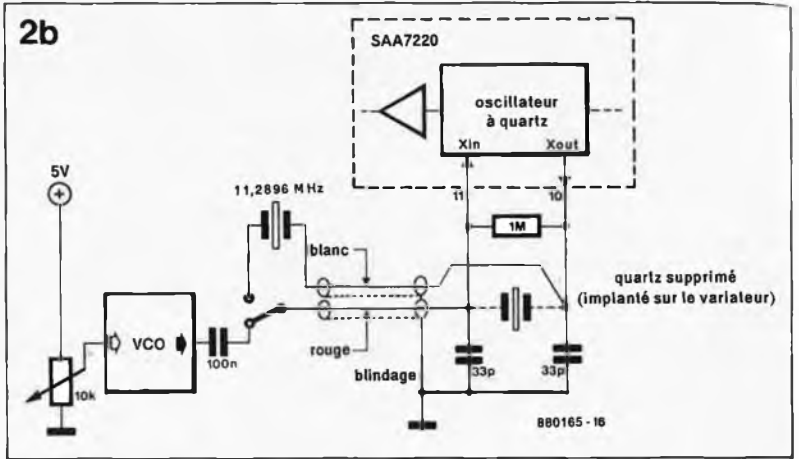

**Figure 2a.** Ce détail du schéma montre l'oscillateur à quartz du SAA7220. Sa fréquence cadence les opérations essentielles de traitement du signal numérique.
1. Le filtre *passse-bas* (figure 2a). Ce filtre ne laisse passer que les signaux dont la fréquence est comprise entre celle de la tension continue (0 Hz) et une fréquence donnée, dite fréquence de coupure, point de coupure ou fréquence-limite. Au-delà de cette fréquence, les signaux ne passent qu'atténués et/ou déphasés, s'ils ne sont pas purement et simplement bloqués.
L'intervention se limite donc à dessouder le quartz principal sur le lecteur de CD pour le remplacer par deux fils reliés au circuit de commande. Ces deux fils sont en fait réunis sous la forme d'un câble coaxial. La figure 2a montre la partie